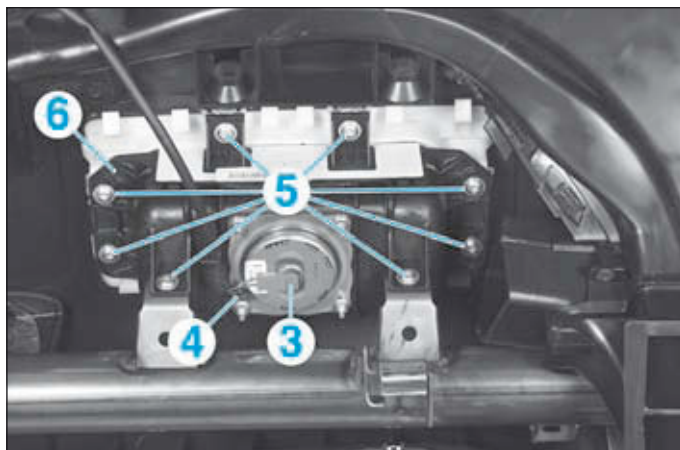

FIG.5
- Déverrouiller et débrancher le connecteur (3) (Fig.5).
- Débrancher le connecteur (4).
- Déposer les vis (5) et l'airbag frontal passager (6).